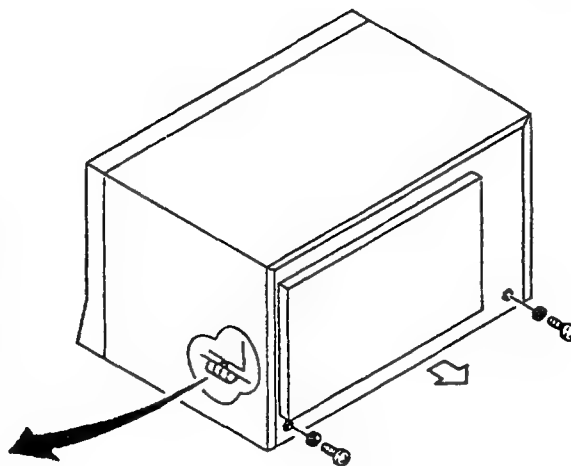

図6.18
- (1) 正面パネル上部のMAIN BAT表示が点灯したら、電池を交換します。
- (2) 電源をOFFにして本体の後部2個のネジをプラスドライバを用いてはずします (図6.18)。
- (3) 本体の上部カバーを後に引きはずします。